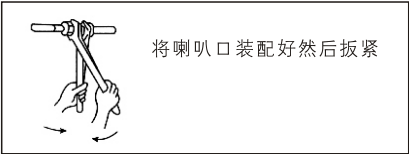

图21
(3) 用两把扳手按图21那样双手用力且参照表(5)的扭矩牢固地扳紧。